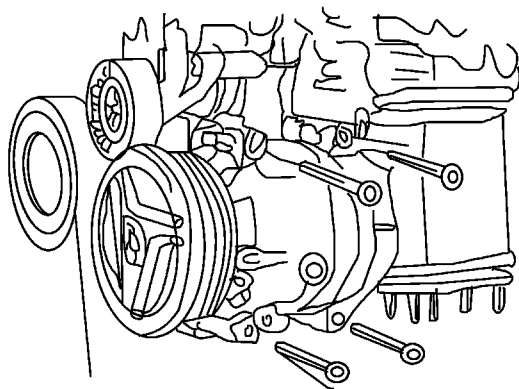

图 5-55 拆卸压缩机
5) 按照图 5-55 所示，断开压缩机插接器，拆卸压缩机至托架的螺栓，卸下压缩机。